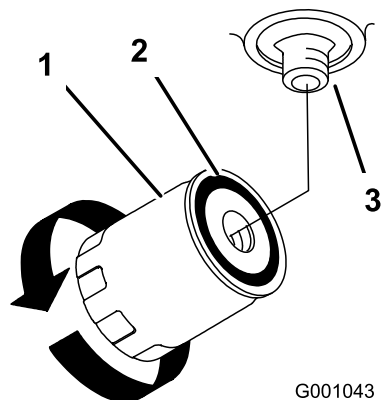

Figura 76
4. Togliete il filtro usato e tergete la superficie della guarnizione dell'adattatore del filtro (Figura 76).
6. Montate il filtro di ricambio sul riduttore. Girate il filtro in senso orario finché la guarnizione di gomma non tocca l'adattatore, quindi serrate il filtro di un altro mezzo giro (Figura 76).